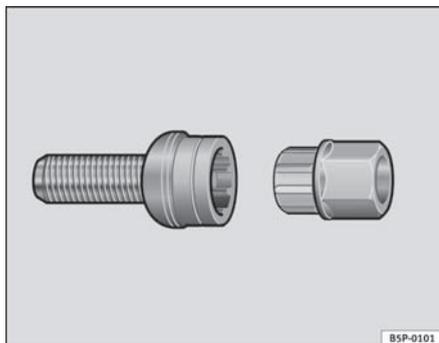

Fig. 170 Tornillo antirrobo de la rueda
- Coloque el adaptador hasta el tope en el tornillo antirrobo de la rueda ⇒ **fig. 170**.